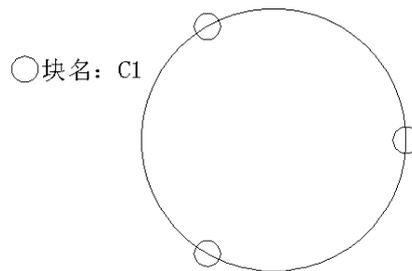

图 3-11 分割对象
1) 分割对象: 利用定数等分 (Divide) 命令 , 沿着直线或圆周方向均匀间隔一段距离排列点的实体或块。以圆为对象, 用块名为 C1 的  $\bigcirc$ , 分割为三等分, 如图 3-11: